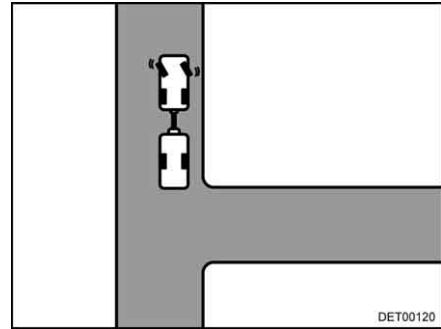

Fig. 16 Braquer à gauche
- Braquer à gauche quand l'attelage est arrêté (Fig. 16).